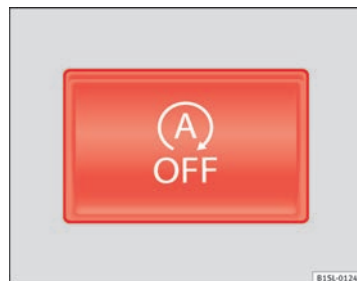

Fig. 97 Sur la console centrale supérieure : touche du système Start-Stop.
- Appuyez sur la touche  située sur la console centrale ⇒ fig. 97.